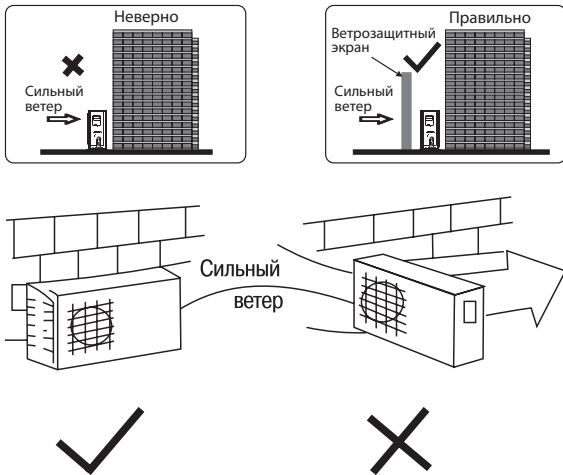

Рис. 11
- Если блок будет располагаться в условиях сильного ветра, то установите его так, чтобы выход воздуха был под углом 90° к направлению ветра. При необходимости установите защитный экран, как показано на рис. 11.